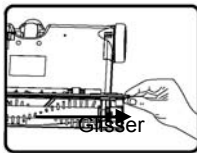

Fig. 15
11. Pour remplacer la raclette, suivez les instructions de retrait du boîtier de vitesse ci-dessus et faites glisser la raclette de gauche à droite (Fig. 15).